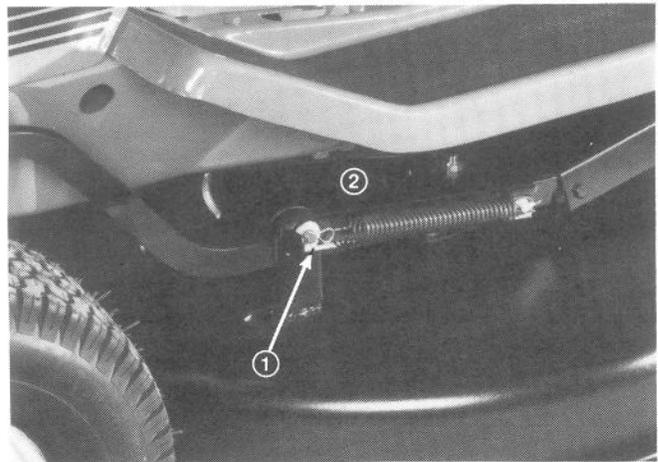

Abbildung 24
5. Die Mähwerk-Federstreifen vorwärts ziehen und gleichzeitig das Mähwerk rückwärts schieben. Dann die Splints durch die Streifenlöcher schieben. Eine Unterlegscheibe und einen Splint zum Absichern der Baugruppe anbringen (Abb. 24).